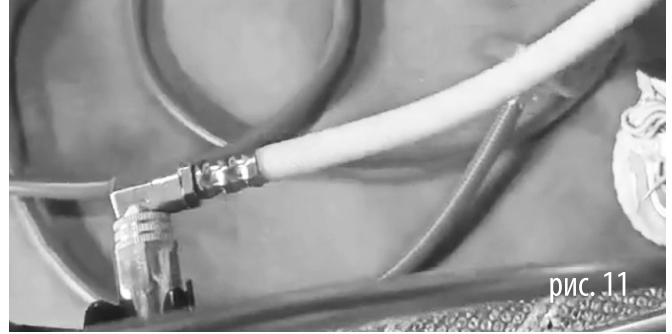

рис. 11
11. Соедините латунный коннектор (2) с шлангом подачи (1). Надежно закрепите соединение (рис. 11).